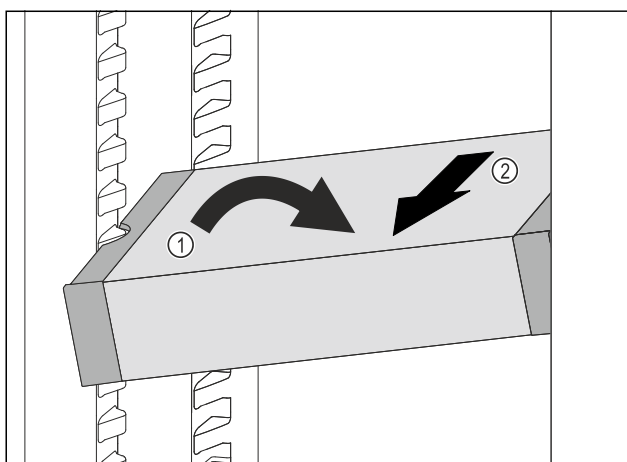

Fig. 166
- Vendosni VarioSafe pjerrtas në pjesën e ftohjes. Fig. 166 (1)
- Hiqni VarioSafe për nga përpara. Fig. 166 (2)